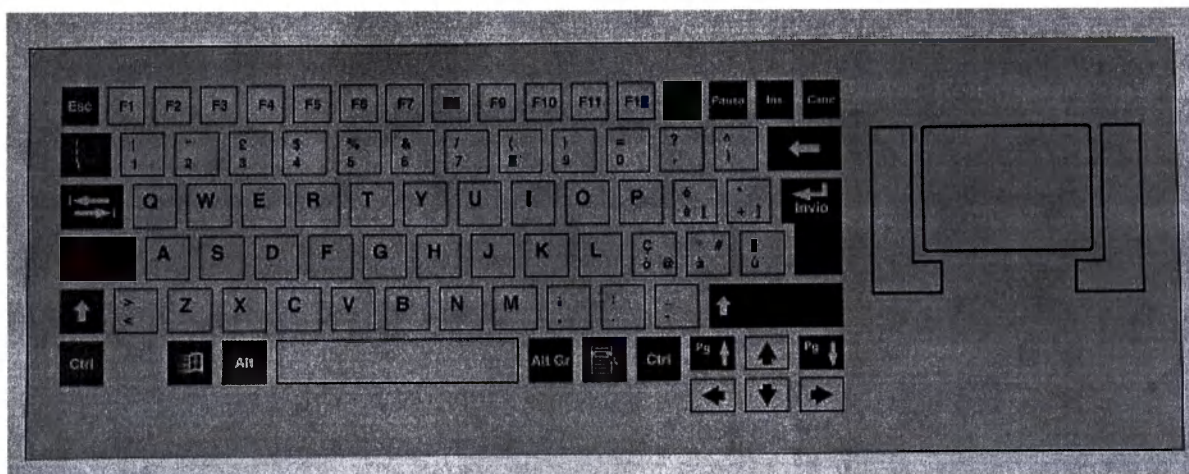

Рисунок 66
9.5.1.3.1 Буквенно-цифровая клавиатура и сенсорная панель (см. рисунок 66) предназначена для ввода данных пациента, а также для функций видеопроцессора.